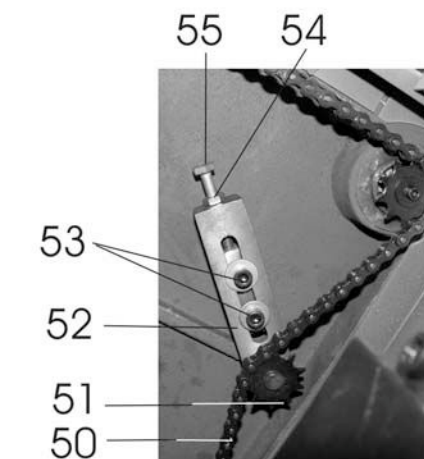

Рис.14
10.4. Регулировка натяжения цепи механизма для установки высоты рабочего стола (Рис.14)